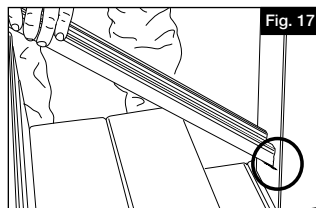

Fig. 17
- b. Coloque la viga inferior en posición entre los dos postes, asegurándose de que la parte inferior de las vigas esté nivelada con las marcas hechas en el paso 2 (Fig. 17). Perfore el poste para el tornillo central del soporte con una broca de 1/8". Fije los soportes en el poste con 3 tornillos de montaje (componente K) en cada soporte, comenzando con el agujero central para tornillo (Fig. 18).